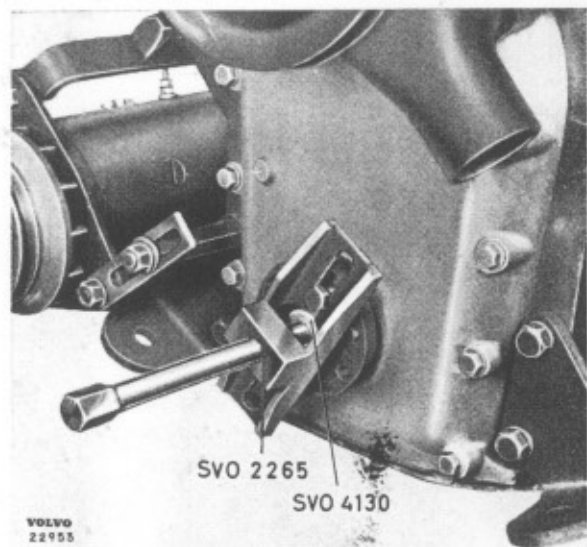
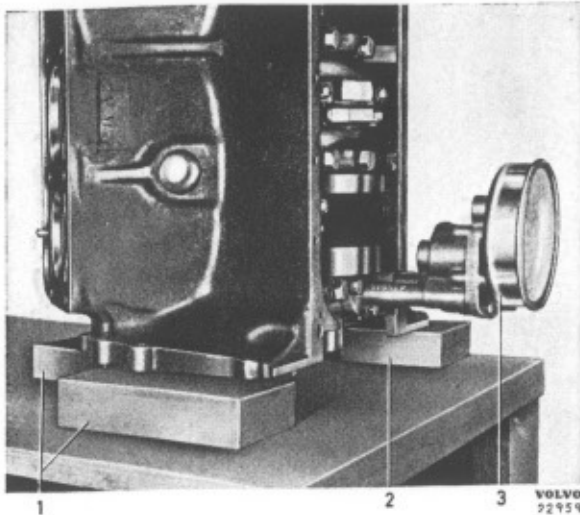

Bild 1-23. Demontering av remskivenav
Bild 1-30. Motorn ställd på bakre planet
2. Lossa remskivan och svängningsdämparen samt tag bort dem. Drag av navet med avdragare SVO 2265 och mothåll SVO 4130, bild 1-23.
4. Demontera remskiva och nav. Använd avdragare SVO 2265 tillsammans med SVO 4130. Se bild 1-23. Lossa transmissionskåpan och demontera transmissionen samt kamaxeln. Res därefter upp motorn och ställ den med dess bakre del på en låg bänk. Lägga tre stycken träklotsar under planet så att vevaxeln kan vridas fritt, bild 1-30.